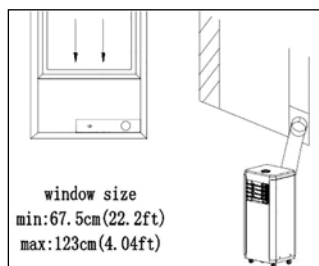

Fig. 4
- 4 Fissare l'uscita del tubo nel kit cursore finestra e sigillare (Fig. 4 e 5).